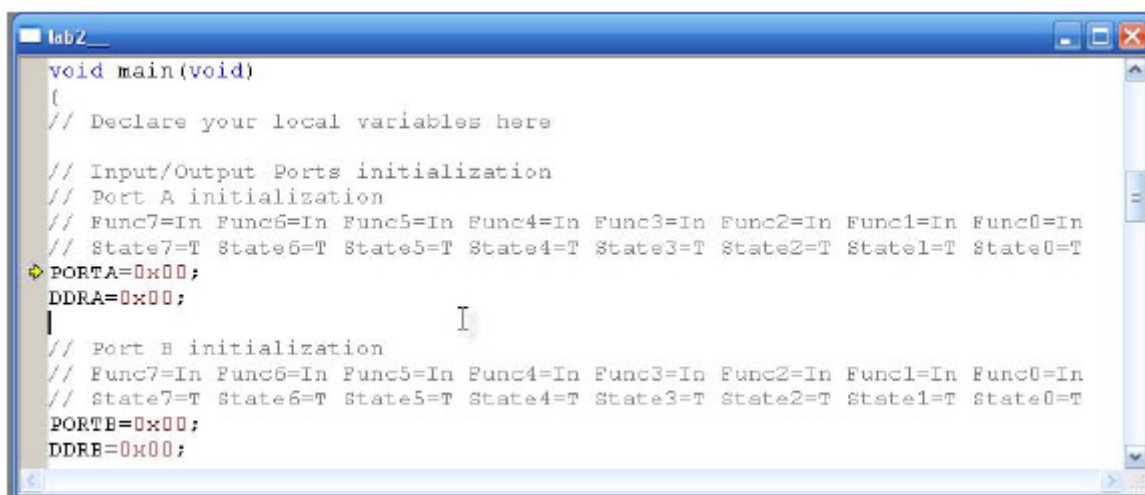

Рисунок 5.11 – Вікно тестування програми в середовищі AVR Studio
8. Для виконання налагодження створеної програми необхідно натиснути Tools->Debugger. В результаті запускається програма AVR Studio, в якій відкривається вікно з програмою, яку ми тестуємо (рис. 5.11). Отже, запустивши налагодження, ми отримуємо можливість протестувати текст програми.